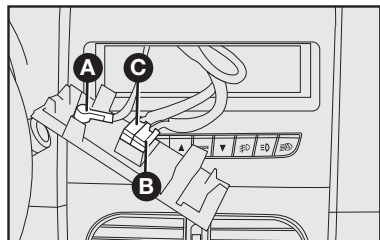

fig. 125
- cabo e plugue de alimentação elétrica para o autorrádio **C**—fig. 125.
– cabo e conector para antena de teto **A**—**fig. 125.**
– cabos e plugue para conexão dos alto-falantes e tweeters **B**—**fig. 125.**
– cabo de alimentação do autorrádio **C**—**fig. 125.**
– cabo para alto-falante dianteiro e traseiro **B**—**fig. 125.**